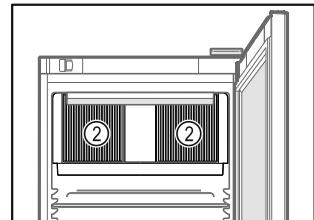

Fig. 59
- ❑ Тримати відкритою вентиляційну щілину Fig. 59 (2) вентилятора циркуляційного повітря у внутрішній камері.